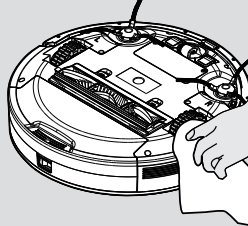

Fig. 14
**PULIZIA DELLE RUOTE MOTRICI [Fig. 14]**